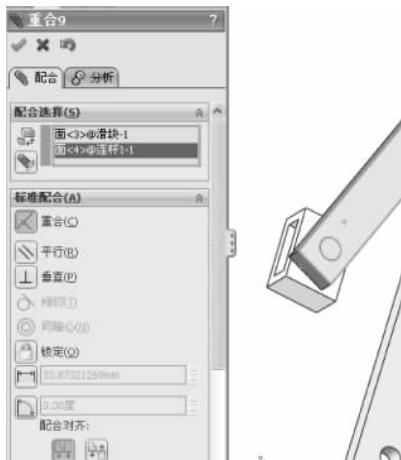

图 3-131 重合配合
(9) 继续进行约束,选择【标准配合】选项组下的【重合】配合类型  ,在【要配合的实体】选择框 中选择如图 3-131 所示的面,其他保持默认,单击【确定】按钮 ,完成重合的配合。